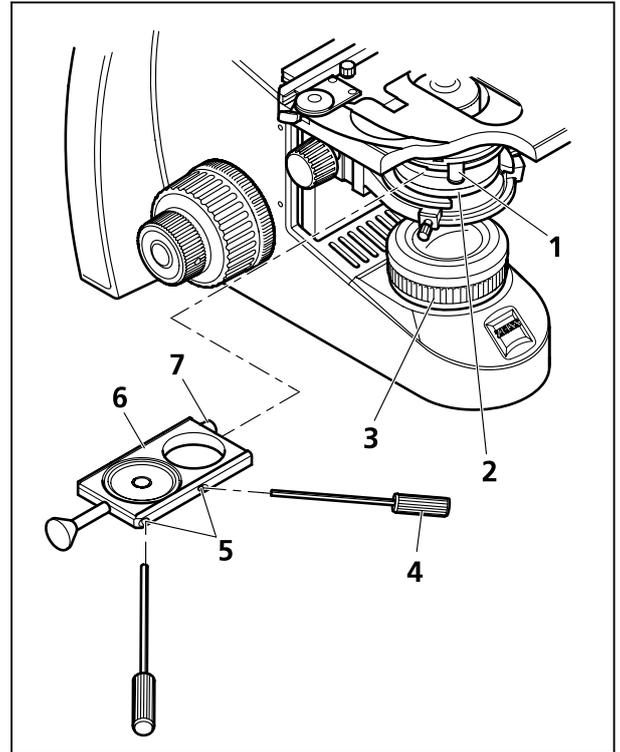
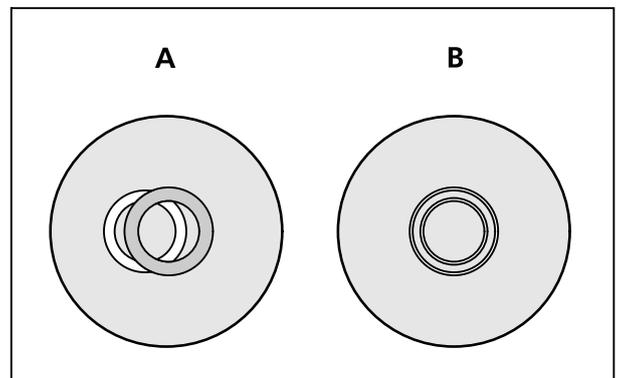

Bild 9 Schieber einsetzen
Bild 10 Ringblende zentrieren
- Leuchtfeldblende (Bild 9/3, sofern verstellbar) am Stativ und Aperturblende über Hebel (Bild 9/1) am Abbe-Kondensor (Bild 9/2) öffnen.
- Falls der Schieber für Phasenkontrast (Bild 9/6) noch nicht werkseitig montiert ist, zunächst dessen Schraube (Bild 9/7) herausschrauben. Anschließend den Schieber von links in den Abbe-Kondensor einschieben und Schraube (Bild 9/7) wieder einschrauben.
- Ringblenden-Zentrierung entsprechend der Darstellung im Bild 10 kontrollieren. Dazu ein Okular herausnehmen und durch den Diopter ersetzen.
- Wenn notwendig Zentrierung der Ringblende (Bild 10/A) über die beiden Justierschrauben des Schiebers (Bild 9/5) mit den beiden Innensechskantschlüsseln SW 1,5 (Bild 9/4) vornehmen, bis die Darstellung dem (Bild 10/B) entspricht.